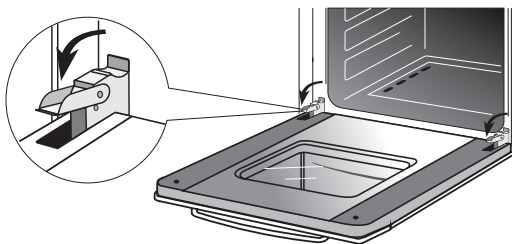

Рис.23
- поднимите и поверните до упора стопорные рычаги, расположенные на двух шарнирах (рис. 23),